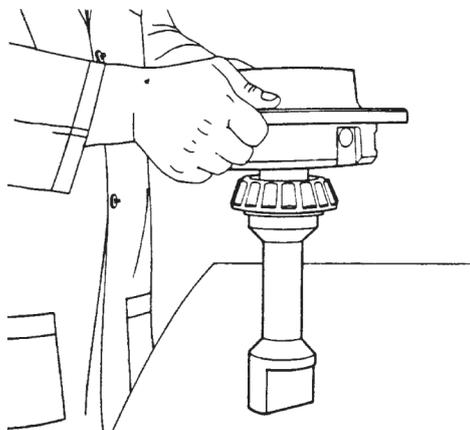

Figura 93
- C. Instale a caixa do pinhão com a face que irá encaixar na caixa do diferencial, voltada para baixo, sobre o rolamento traseiro do pinhão (Figura 93).